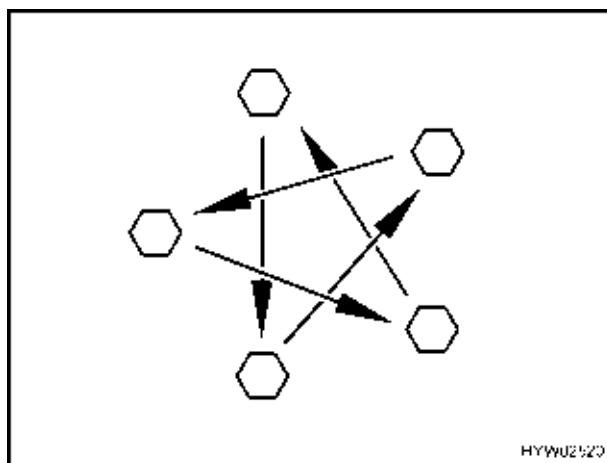

Fig. 175 Serrare a croce i dadi o i bulloni delle ruote
- Controllare regolarmente il serraggio dei dadi o dei bulloni. Regolare a croce (Fig. 175) il serraggio dei dadi o dei bulloni di una ruota sostituita dopo circa 50 km. Per il valore della coppia di serraggio consultare il paragrafo Coppia di serraggio.
- Serrare a croce i dadi o i bulloni delle ruote (Fig. 175). Per il valore della coppia di serraggio consultare il paragrafo Coppia di serraggio.